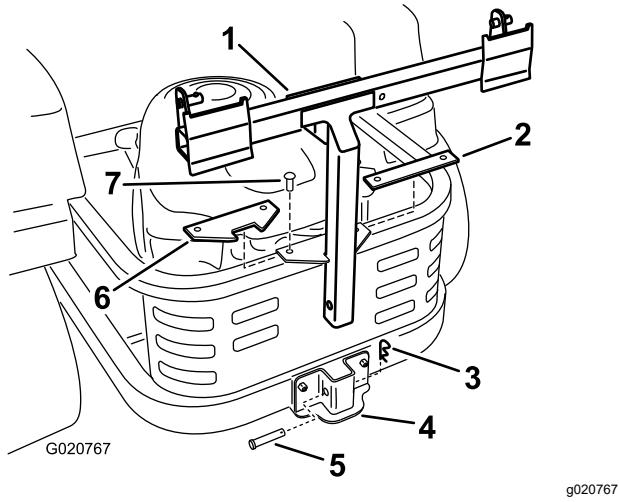

Figure 6
5. Fixez la nouvelle plaque comme montré à la Figure 6 avec les fixations retirées précédemment.
6. Montez le cadre du système de ramassage sur le support. Fixez le cadre du système de ramassage avec un axe de chape (½ x 2¼ po) et une goupille fendue (Figure 6).